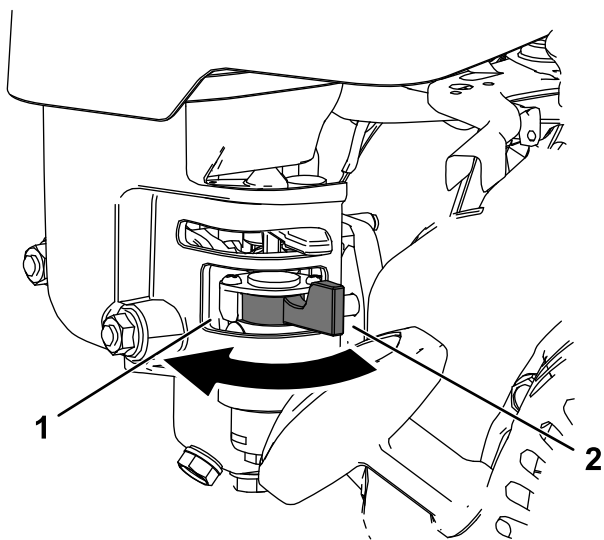

Figura 22
- Para abrir la válvula del combustible, acerque la palanca de cierre de combustible al tirador del arrancador de retroceso (Figura 22)
- Para cerrar la válvula del combustible, aleje la palanca de cierre de combustible del tirador del arrancador de retroceso (Figura 22)